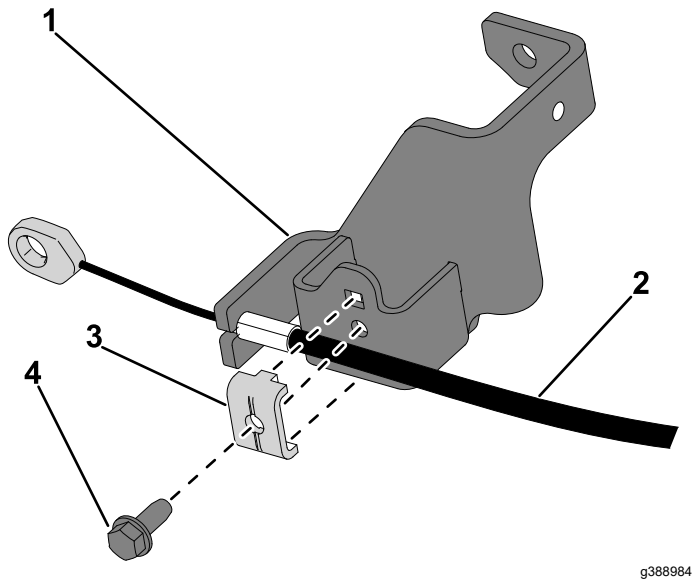

Figura 12
- B. Instale la nueva abrazadera en el soporte de la transmisión hidrostática y fíjela con el perno hexagonal cónico ($\frac{1}{4}$ " x $\frac{5}{8}$ ") (Figura 12).